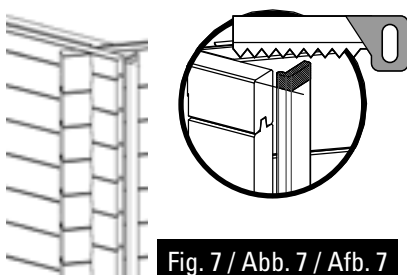

Fig. 7 / Abb. 7 / Afb. 7
- Position the L trimming on the ends of the boards. • Cut off the excess part of the trimming according to the height of the pool if necessary (figure 7). • Fix trimming L using 3 screws 4 x 60 uniformly distributed over the height of the piece (figure 8).
- Présentez le cache L sur les extrémités des madriers. • Coupez l'excédent de cache selon la hauteur du bassin si nécessaire (figure 7). • Fixez le cache L à l'aide de 3 vis 4x60 également réparties sur la hauteur (figure 8).
- Legen Sie die Zierleiste L auf die Enden der Bretter. • Falls erforderlich, schneiden Sie das, was von der Zierleiste übersteht, je nach Höhe des Beckens (Abb. 7) ab. • Befestigen Sie die Zierleiste L mit Hilfe von 3 Schrauben 4 x 60 gleichmäßig auf der Höhe (Abb. 8).
- Plaats sierlijst L op de uiteinden van de planken. • Indien nodig, overtollige stukken van de sierlijst afsnijden, afhankelijk van de hoogte van het bassin (afbeelding 7). • Zet de sierlijst L vast met behulp van 3 schroeven 4 x 60 gelijkmatig over de hoogte verdeeld (afbeelding 8).